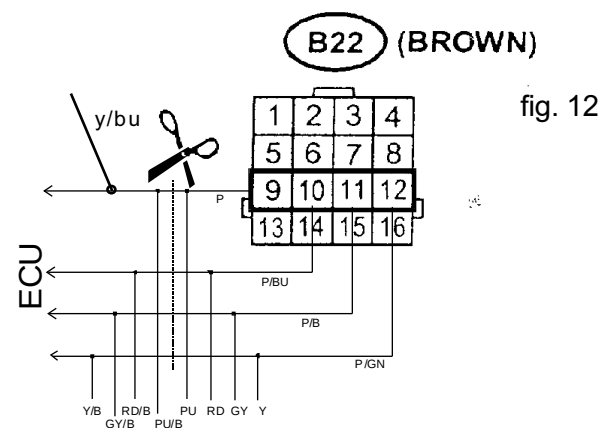

fig. 12
10. Onderbreken injectorstuurdraden. Onderbreek bij bruine connector B22 de injectorstuurdraden pos. 9, 10, 11 en 12. Sluit de enkelkleurige draden aan richting injectoren en de bijbehorende tweekleurige draden richting ECU. Zie schema fig. 12. Ook nokkenassignaal aansluiten; zie 11.
11. Nokkenassignaal. De geel/blauwe draad aansluiten op de onderbroken stuurdraad-ECU-zijde van cil.1: connector B22-pos.9. Zie fig. 12.